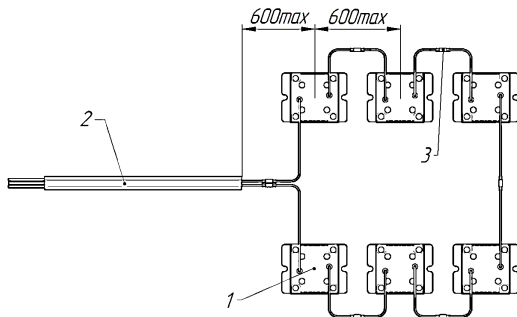

Рисунок 2 — Комплект светильников Geniled Griliato Tetrис (на примере Комплекта 42Вт).
3.2. Комплект светильников Geniled Griliato Tetrис состоит из основных частей (см. рисунок 2):
- 5.6. Светодиодные модули соединены между собой при помощи проводов с коннекторами типа «Папа-Мама» (см. рис.5). Максимальное расстояние между центрами светодиодных модулей 600мм (см. рисунок 2). При необходимости увеличения расстояния между светодиодными модулями и между модулями и блоком питания необходимо использовать соединительный провод Geniled 1м (или 2м) с коннекторами «Папа-Мама» (приобретается отдельно). На одно соединение можно устанавливать не более одного соединительного провода.